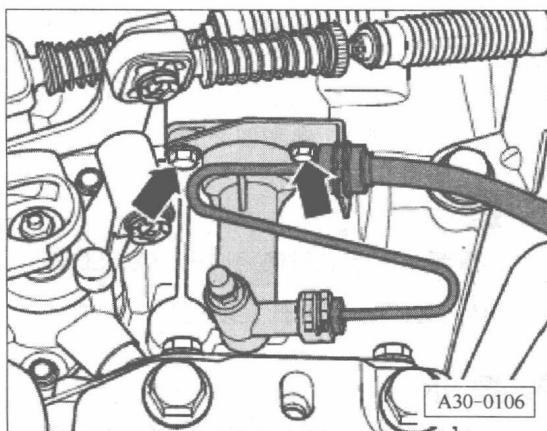

图 2-9 拆下离合器从动缸
⑭ 从变速箱上拆下换挡操纵机构拉索。
⑮ 拆下离合器从动缸（箭头），不要打开管路，见图 2-9。